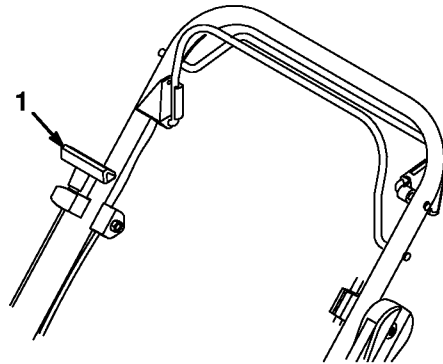

Figure 54
2. Faire tourner plusieurs fois lentement le moteur en tirant sur le cordon du démarreur pour répartir l'huile (Fig. 54).